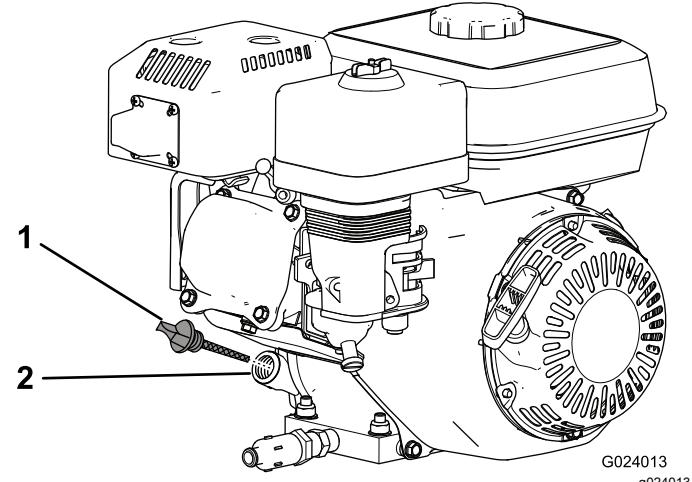

Figure 17
2. Coupez le moteur, laissez-le refroidir et nettoyez la surface autour du bouchon de remplissage-jauge d'huile (Figure 17).